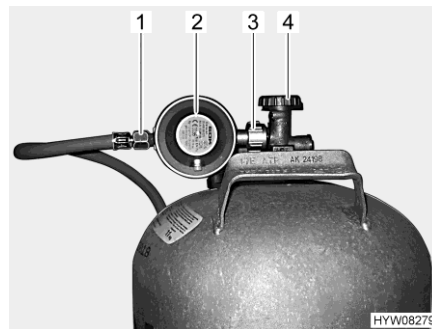

Bild 136 Anslutning gasflaska
- Stäng huvudavstängningsventilen (Bild 136,4) på gasflaskan. Beakta pilriktningen.
- Håll fast gastryckregulatorn (Bild 136,2) och öppna muttern (Bild 136,3) (vanligen vänstergänga).
- Tag bort gastryckregulatorn med gaslangen (Bild 136,1) från gasflaskan.
- Sätt gastryckregulatorn (Bild 136,2) med gaslangen (Bild 136,1) mot gasflaskan och dra åt muttern (Bild 136,3) (vanligen vänstergänga). Dra **inte** åt för hårt.